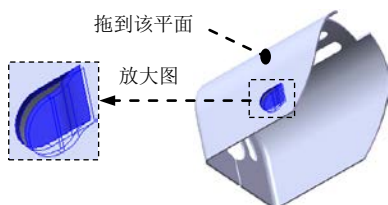

图 4.31 成形特征 2
Step12. 创建图 4.31 所示的成形特征 2。
(1) 单击任务窗格中的“设计库”按钮, 打开设计库对话框。
(2) 单击设计库对话框中的 ch04 节点, 在设计库下部的列表框中选择“lighter_shaped_tool_01”文件并拖动到图 4.31 所示的平面, 在系统弹出的“成形工具特征”对话框中单击 按钮。